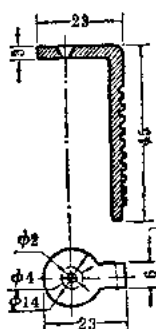

图 1-2
2. 镜头架。用有色有机玻璃(或竹木等)按图1-2制作。斜齿条待斜齿轮做好以后再锉制。
9. 斜齿条。直接锯在镜头架的竖直部分(参看图1-2)。方法是:在做好的斜齿轮上涂上墨,放在镜头架要锯斜齿的部分滚动,印上斜齿的痕迹。然后用锯在这些痕迹上锯缝,再用小锉刀修整均匀。